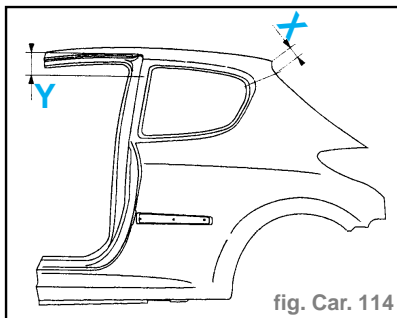

fig. Car. 114
- Tracer puis découper l'aile à l'aide d'une meule épaisseur 1 mm (coupe définitive) (fig. Car. 114).